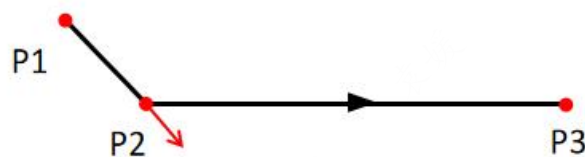

图 3-6 刮擦方向
(7) 收弧设置-收弧检测时间：在收弧之后，检测收弧成功信号的时间，当时设置时间内未检测到收弧信号，则报错。设置为 0，则不检测信号。单位：s。范围：0-10。
(8) 收弧设置-收弧退丝时间在熄弧后，焊丝回退时间。单位：s。范围：0-10。
(9) 断弧和再启动设置-断弧检测：断弧检测功能开关为打开状态时，若发生断弧，机器人会检测出断弧并根据设置进行后续处理；断弧检测功能开关为关闭状态时，若发生断弧，机器人依然正常完成示教程序，也不会报断弧错误。
(10) 断弧和再启动设置-断弧检测时间：例如输入 0.5s，只有当断弧持续 0.5s，才输出断弧信号。范围：0-10。
(11) 断弧和再启动设置-断弧自启动：当检测到机器人断弧后，机器人自动回退一段距离，然后重新起弧一次，如果起弧失败则报错。注意，仅在断弧检测开启时有效。
(12) 断弧和再启动设置-再启动使能：使能开时，在焊接过程中断弧或者暂停焊接，按示教器开始按键，可以再次起焊接。如果中间手动移开机器人，机器人会再次回到断弧点进行起焊接。使能关时，无此功能。注意，断弧后，焊接信号复位后，则不能进行再启动。
(13) 断弧和再启动设置-再启动回退距离：断弧自启动和手动再启动时，在机器人断弧点位置向焊缝方向回退的距离。单位：mm。范围：0-100。
(14) 刮擦设置-刮擦启动：刮擦功能使能开关。开关开启后，执行完起弧中的再起弧动作后，进行刮擦起弧动作，如果开关关闭则直接报错。
(15) 刮擦设置-刮擦距离：刮擦运动的距离，单位 mm。范围：0.01-100。
(16) 刮擦设置-刮擦速度：刮擦运动的速度，单位 mm/s。范围：0.01-100。
(17) 刮擦设置-刮擦方向：刮擦方向分为前方和后方，其方向由起弧前一个点和起弧点决定。如下图 3-6 所示，P2 是起弧点，P1-P2 方向为前方，P2-P1 方向为后方。如果需要在焊缝方向上刮擦，需要 P1,P2,P3 在一条直线上，P1 可以在 P2 和 P3 中间，改变刮擦方向即可。刮擦过程中，起弧成功后，机器人会立即停止，并返回起弧点，然后运行焊接轨迹。注意，决定两个点距离不小于 5mm。